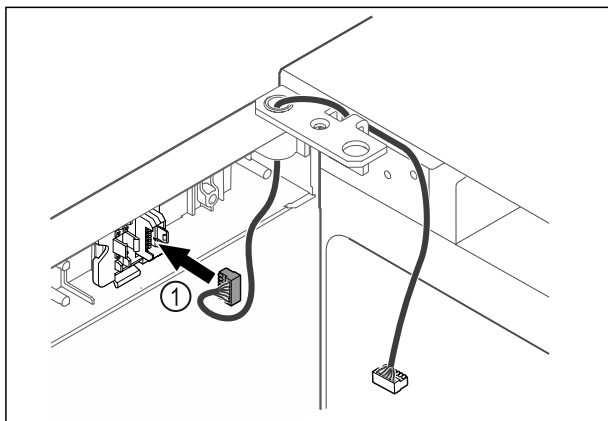

Fig. 44
- Stecker Fig. 44 (1) in Steckerhalterung einstecken.